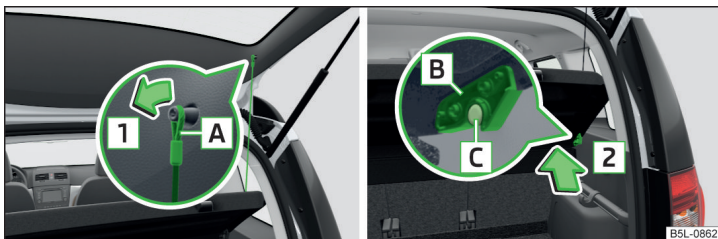

Fig. 105 Scoaterea măștii portbagajului
Dacă benzile de susținere **A** » fig. 105 sunt agățate de capota portbagajului, la deschiderea capotei se ridică și masca portbagajului (denumită în continuare doar mască).
- Desprindeți benzile de susținere **A** de pe ambele părți ale capotei portbagajului, în sensul săgeții **1** » fig. 105.
- Poziționați elementele de prindere **B** de la capac peste bolțurile **C** de la capitonajul lateral » fig. 105.